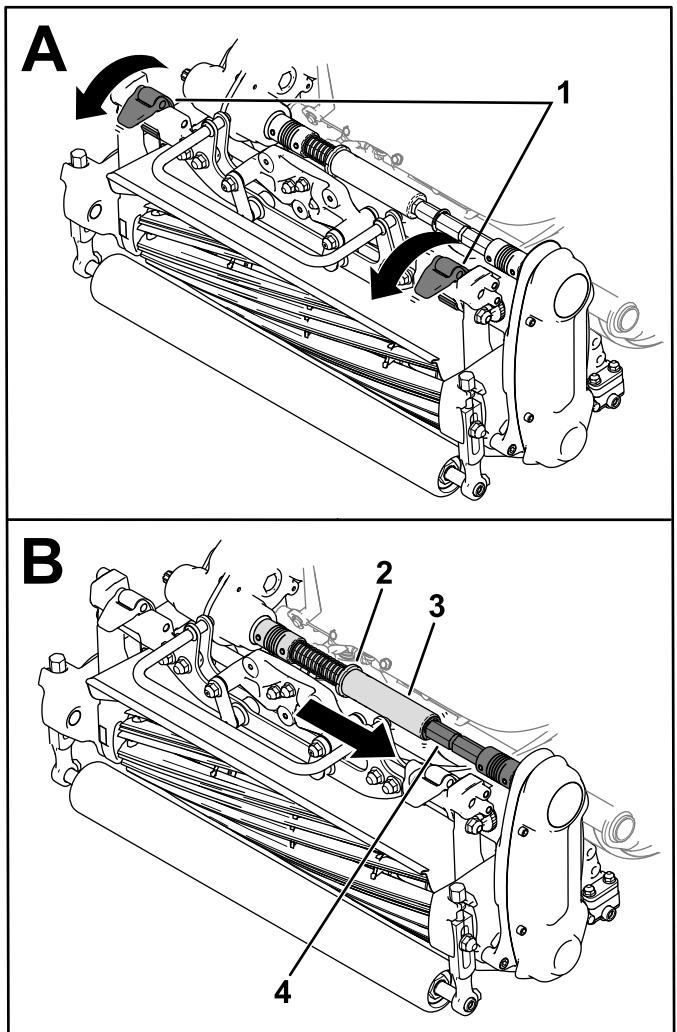

Figura 43
3. Baje los cierres de la suspensión para fijar la unidad de corte a la máquina (Figura 43).
4. Saque el collarín de la ranura del eje del acoplamiento de la transmisión e inserte el tubo hexagonal en el eje del acoplamiento de la unidad de corte (Figura 43).